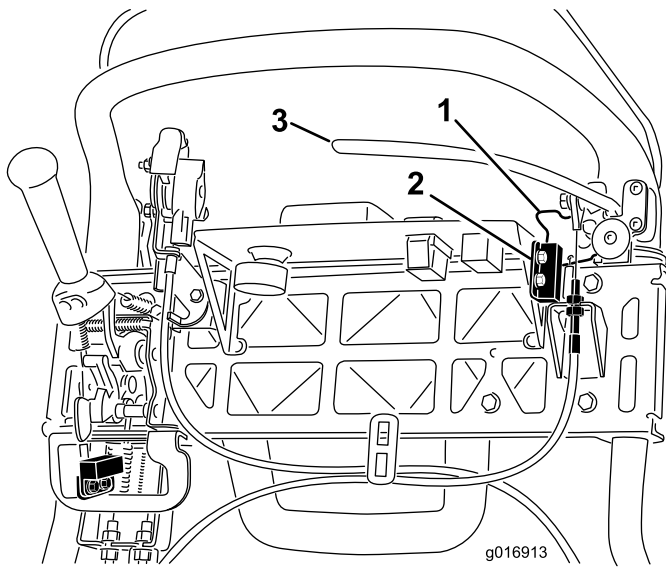

图39
- 4. 松开联锁开关紧固件(图39)。
5. 在手刹锁定装置与联锁开关之间放入1.6 mm厚的塞尺(图39)。